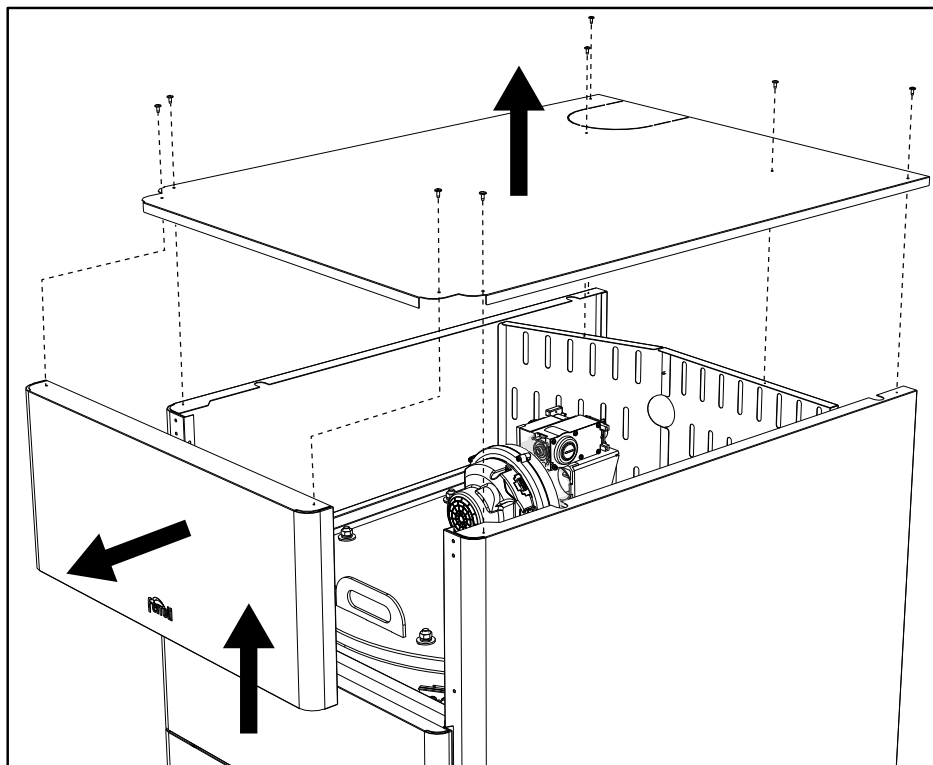

рис. 68
- Снимите крышку и переднюю панель (рис. 68).